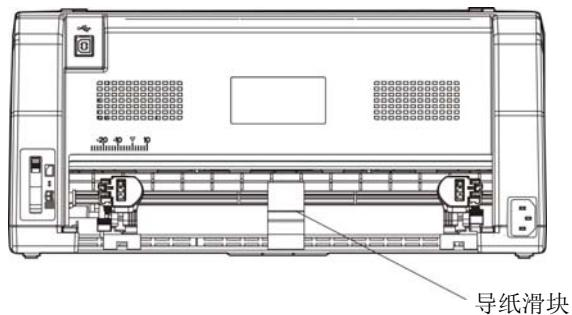

图 3-10 调整导纸滑块位置
- 移动拖纸器上的导纸滑块至左右链轮的中间位置（如图 3-10 所示）。